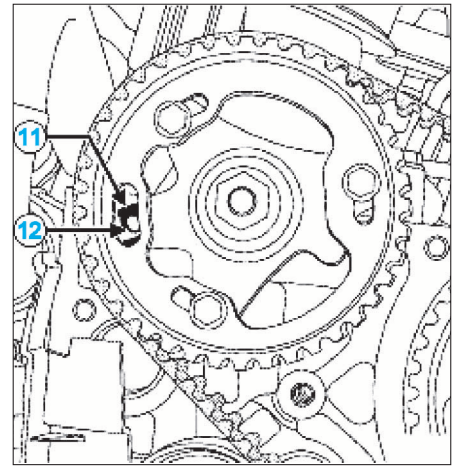

FIG. 24
- Tourner le vilebrequin dans son sens normal de rotation jusqu'à ce que le trou de pigeage (11) de la roue dentée d'arbre à cames soit quelques degrés sous celui de la culasse (12) (Fig.24).